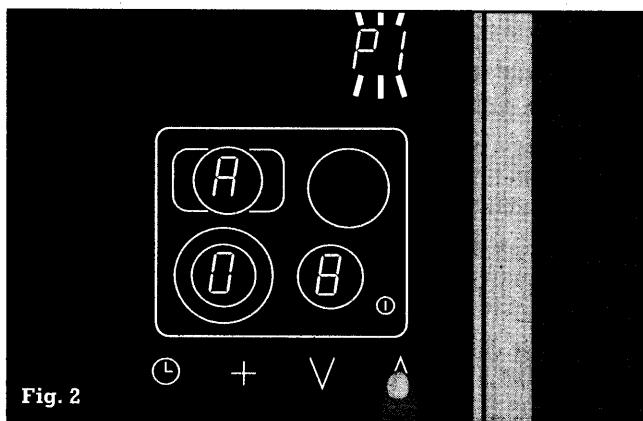

Fig. 2
- Nu kan du trycka lätt på symbolerna V eller \wedge ställa in en uppkokningstid på 1 till 15 minuter. Den inställda tiden syns då i värmezonernas displayfält (R 01 till R 15) (fig. 2).